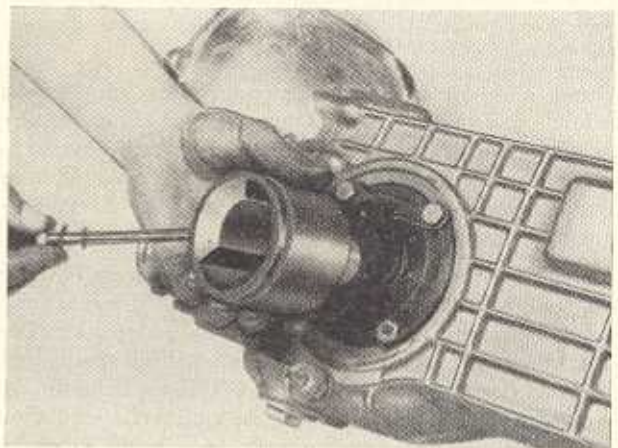

Bild G 85. Einbau der Mittelmeer rechts und links
1. Mittelmeer rechts und links einsetzen und mit je einer Sechskantschraube $M8 \times 75$ unter Beilegen eines Dichtringes und einer Federscheibe festziehen (Bild G 85). Richtige Schraubenlänge beachten!